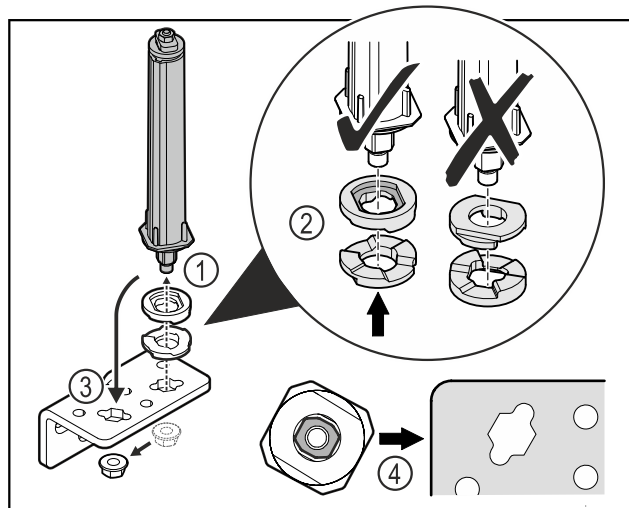

Fig. 40
- ▶ Oldja ki az anyát, és távolítsa el az ajtózáro rendszert Fig. 40 (1).
- ▶ Ügyeljen a magasságállító alátétek helyes beigazítására Fig. 40 (2).
- ▶ Helyezze át az ajtózáro rendszert a zsanérírdomban, és rögzítse az anyával Fig. 40 (3).
- ▶ Behelyezéskor ügyeljen az ajtózáro rendszer helyes beigazítására Fig. 40 (4).